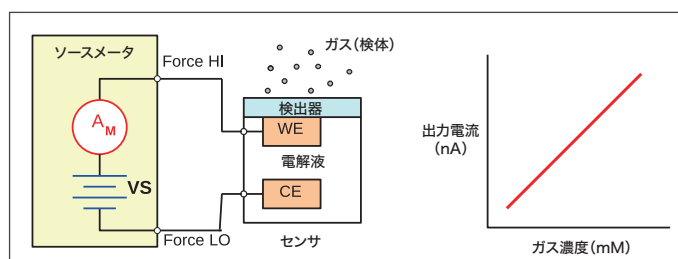

図8. ソースメータによる2電極アンペロメトリック・ガス・センサの出力電流測定例
図8に、シンプルなアンペロメトリック・ガス・センサを示します。作用電極 (WE) にガスが触れると、センサによって異なりますが、酸化または還元 of 化学反応が起こります。アンペロメトリック・センサでは、対極 (CE) と作用電極 (WE) 間に電流が流れます。出力電流はガス濃度と関係しており、感度の高い電流計で測定します。必要に応じ、3つ目の電極 (参照電極) をセンサに追加して電位を印加します。